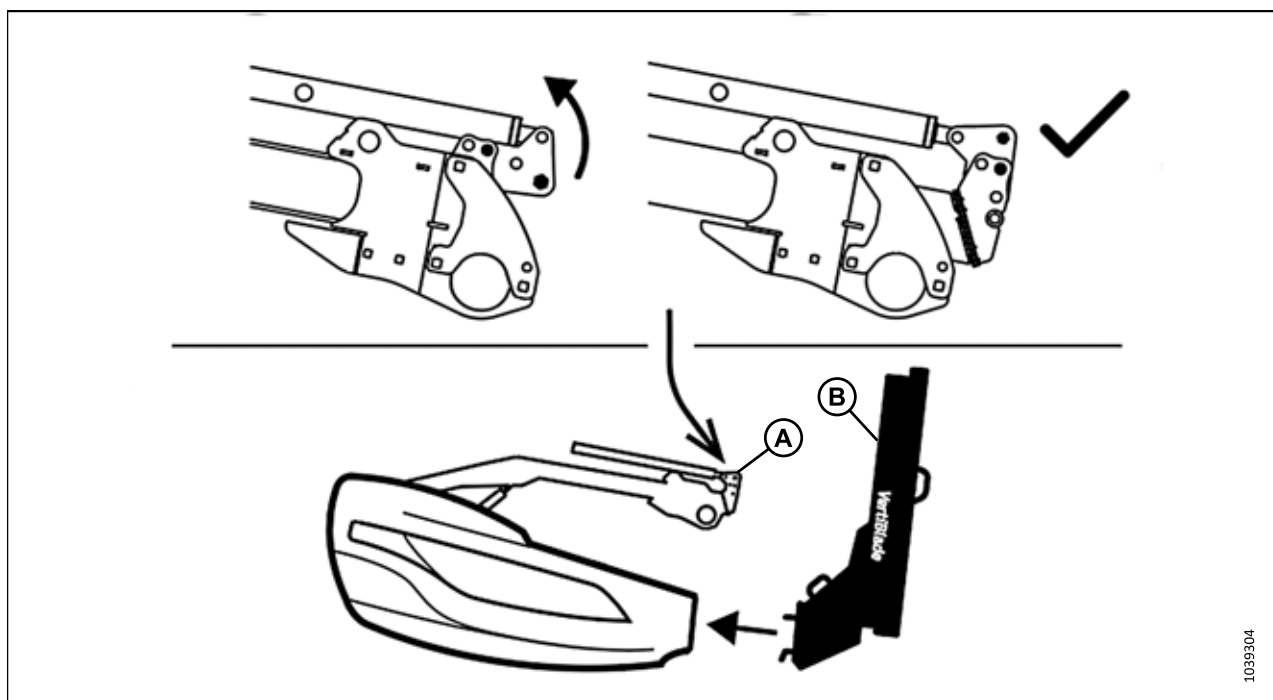

Figure 3.47: Position du rabatteur avec le couteau vertical optionnel installé
Pour éviter le contact entre le bras du rabatteur (A) et le couteau vertical (B), rétractez le vérin avant-arrière du rabatteur comme illustré sur la figure 3.47, page 93 avant d'installer les couteaux verticaux.